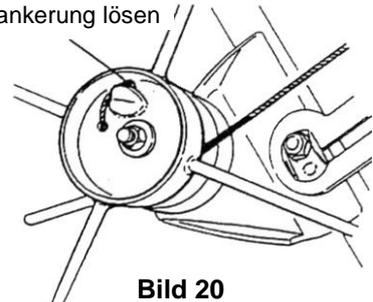

Bild 20
1. Lösen Sie die Kabelspannung, bis Sie das Kabel von der Verankerung in der Winde lösen können. Ziehen Sie das Kabel durch das Loch in der Kabeltrommel (**Bild 20**).